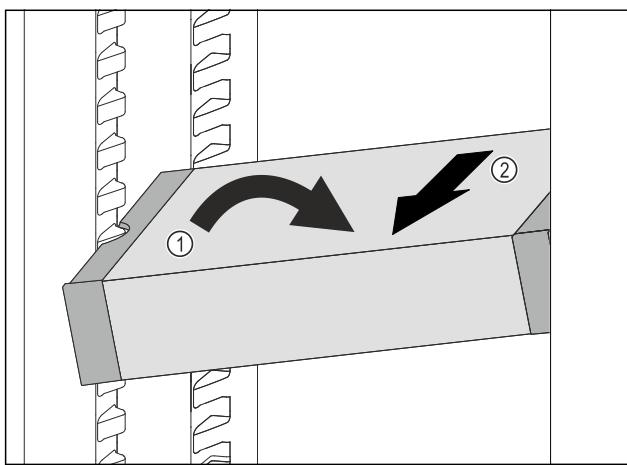

Fig. 79
- Ukosite ladicu VarioSafe u hladnjaku. Fig. 79 (1)
- Izvadite ladicu VarioSafe prema naprijed. Fig. 79 (2)